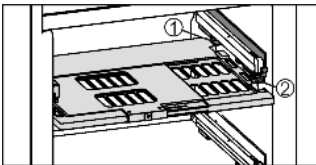

Fig. 16
- ▶ Sæt fugtregeringsspjældet i. Pladens lågskinner føres nedefra ind i den bageste holder Fig. 16 (1) og ind i holderen Fig. 16 (2) foran.